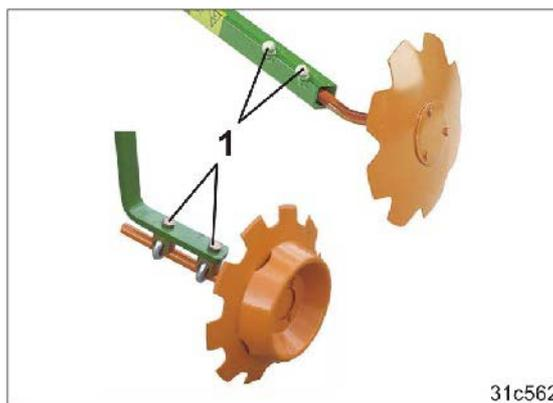

Fig. 159
- 3.4 Soltar dos tornillos (Fig. 159/1).
- 3.7 Apretar los tornillos (Fig. 159/1).